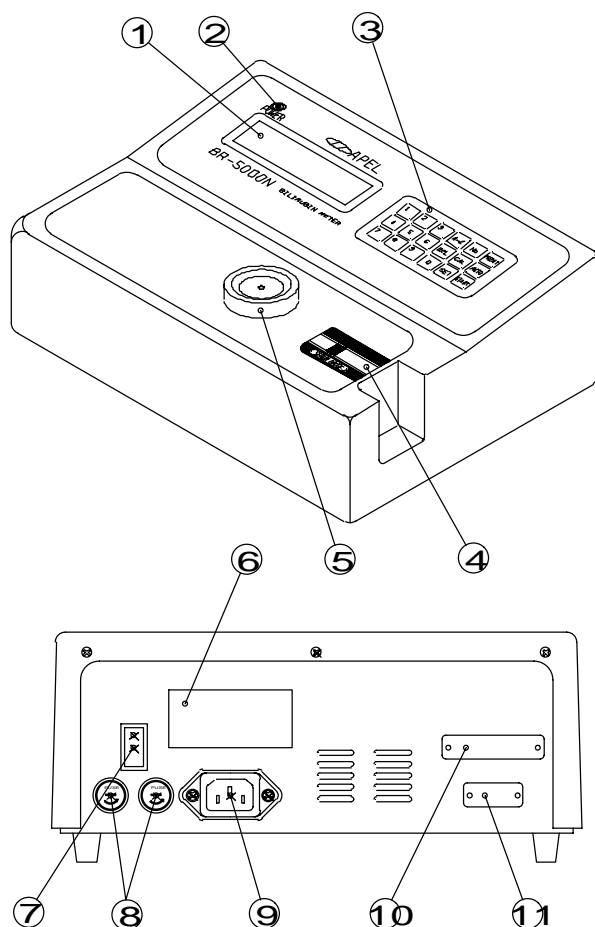

Рис.4. Внешний вид прибора и вид сзади
- (1) Наполните дистиллированной водой пустой капилляр (помечен синей линией) и закупорьте один конец мастикой, в капилляре не должно остаться пузырьков воздуха.
- (2) Протрите осторожно наружную поверхность капилляра и установите его в держатель капилляра. (Рис. 4 - ⑤)
- (3) Нажмите кнопку "ZERO" (Ноль) (более 2-х секунд) и убедитесь, что на дисплее установлено значение 00.0.
- (4) Сообщение "Measure End" (Конец измерения) означает окончание процедуры. Если на дисплее показано "Measure Error" (Ошибка измерения), Нажмите "ZERO" вновь после устранения пузырьков и/или загрязнений капилляра.